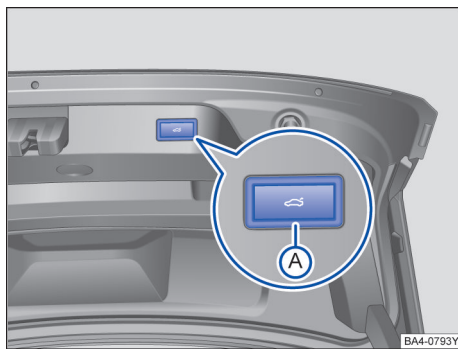

图 58 打开的行李厢盖内：用于电动关闭行李厢盖的按钮
→ 图 58 的图例：
- 在已打开的行李厢盖内短按按钮→图 58 **A**
- 按住已打开的行李厢盖内的按钮→图 58 **A** 直至危险报警闪光灯闪烁。